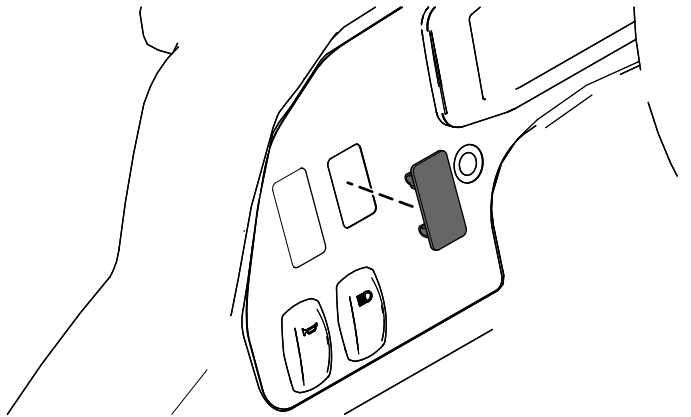

Bild 19
1. Nehmen Sie die Kunststoffstopfen vom Armaturenbrett ab (Bild 19).